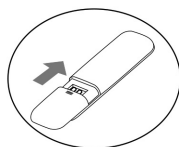

Fig.3
- Sätt tillbaka locket och skjut in det enligt pilens riktning (fig. 3).